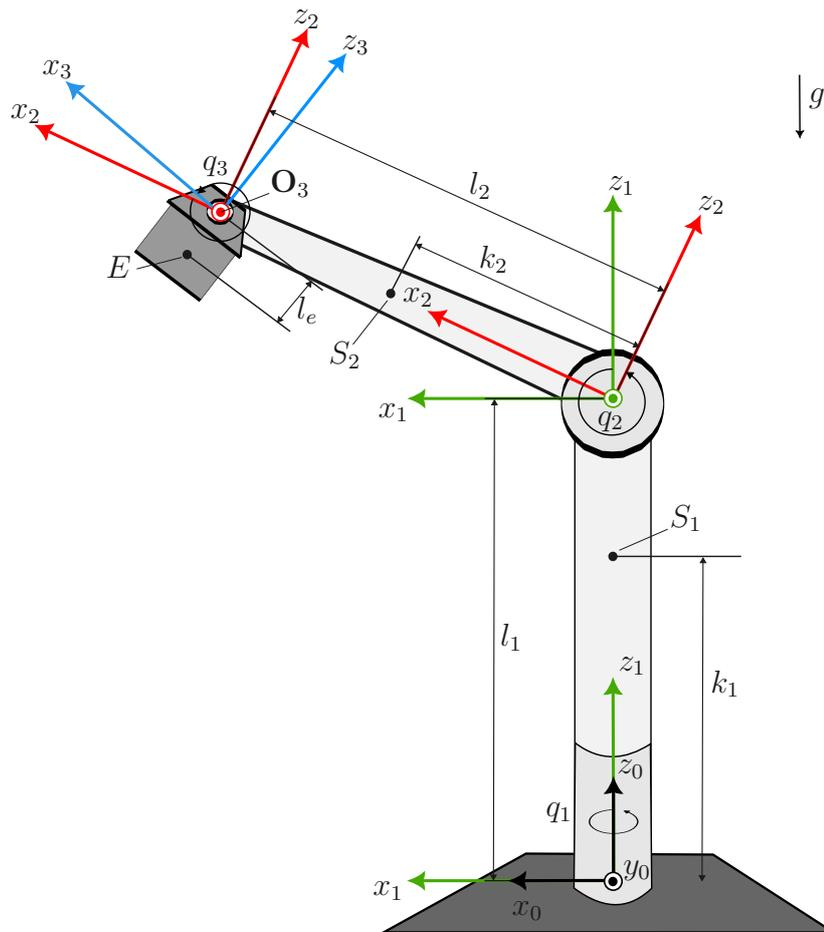

Abbildung 3: Schematische Darstellung der Hochgeschwindigkeitsschaukel
2. Abbildung 3 zeigt schematisch eine Hochgeschwindigkeitsschaukel. Das dargestellte Fahrgeschäft hat drei rotatorische Gelenke: Gelenk 1 in z_0 -Richtung (Winkel q_1), Gelenk 2 in y_1 -Richtung (Winkel q_2) und Gelenk 3 in y_2 -Richtung (Winkel q_3). Der Körper 1 ($0_1x_1y_1z_1$) mit der Masse m_1 und der Trägheitsmatrix im körperfesten Koordinatensystem $\mathbf{I}_1 = \text{diag}([I_{1,xx} \ I_{1,yy} \ I_{1,zz}])$ hat den Schwerpunkt S_1 . Der Körper 2 ($0_2x_2y_2z_2$) mit der Masse m_2 und der Trägheitsmatrix im körperfesten Koordinatensystem $\mathbf{I}_2 = \text{diag}([I_{2,xx} \ I_{2,yy} \ I_{2,zz}])$ hat den Schwerpunkt S_2 . Der Körper E ($0_Ex_3y_3z_3$) mit der Masse m_e und der Trägheitsmatrix im körperfesten Koordinatensystem $\mathbf{I}_e = \text{diag}([I_{e,xx} \ I_{e,yy} \ I_{e,zz}])$ hat den Schwerpunkt E .